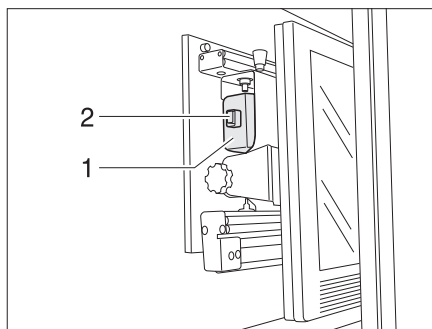

Fig. 9 Supporto nel mobiletto porta TV
- Ruotare il televisore nella posizione iniziale (Fig. 9) ed ev. farlo innestare.
- Spingere l'impugnatura dello supporto per lo schermo piatto (Fig. 9,1) all'indietro. Il chiavistello (Fig. 9,2) scatta all'indietro.